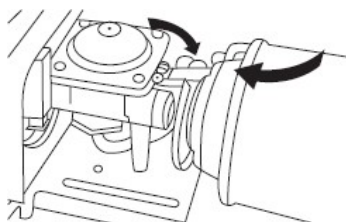

Fig. 2
- Öffnen Sie den Gaskartuschendeckel und setzen Sie die Gaskartusche so ein, dass der Führungsspalt mit dem Schlitz im Kartuschenrand übereinstimmt. Schließen Sie dann die Patronenabdeckung. (Abb. 2)